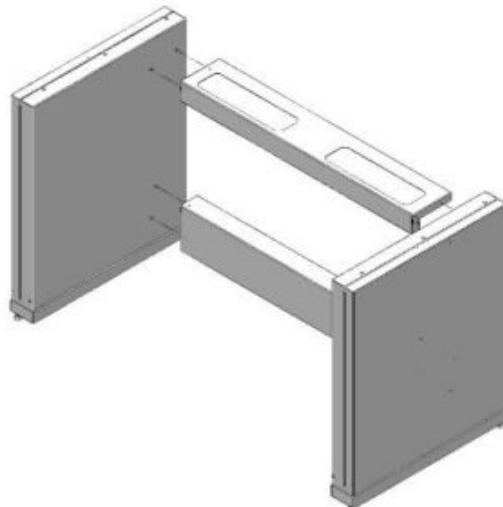

Рис. 1. Сборка каркаса
- 6.1. Соединить боковины с верхней рамой и задней распорками каркаса, используя болты M8x16, шайбы 8 и предусмотренные в боковинах заклёпки-гайки M8 (*Рис. 1*).